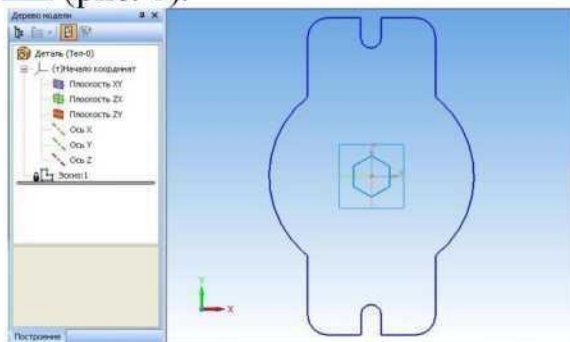

Рис. 6.
8. Убедитесь, что открыт файл будущей детали. Нажмите на кнопку *Вставить из буфера* . Поместите базовую точку в начало координат, зафиксируйте левой кнопкой мыши. Затем прервите команду кнопкой , покажите весь эскиз  (рис. 6).